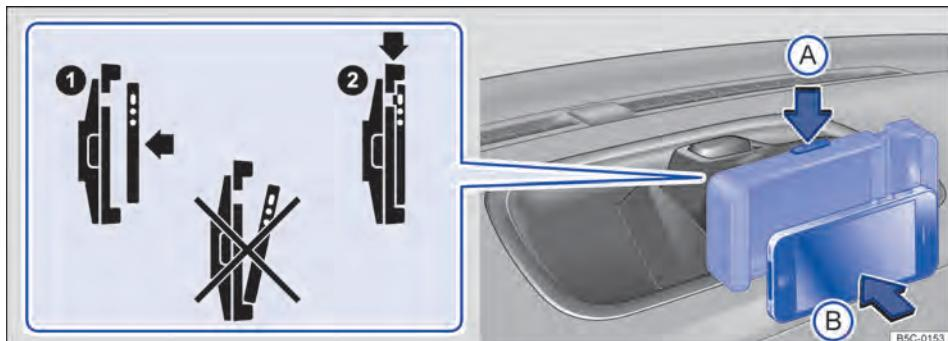

Fig. 147 No console central: instalar o iPhone.
- Com o botão de destravamento pressionado ⇒ Fig. 147 (Seta ①), instalar o iPhone no alojamento (Pfeil ②) ⇒ ①.
- Com a outra mão pressionar o botão de destravamento ⇒ Fig. 147 (seta ①) até que seja possível remover o aparelho do alojamento.
- Colocar o iPhone sempre de forma reta no suporte de iPhone portátil \Rightarrow Fig. 147. Se o iPhone for colocado de forma inclinada, as conexões elétricas do iPhone e do suporte portátil para iPhone podem ficar danificadas.